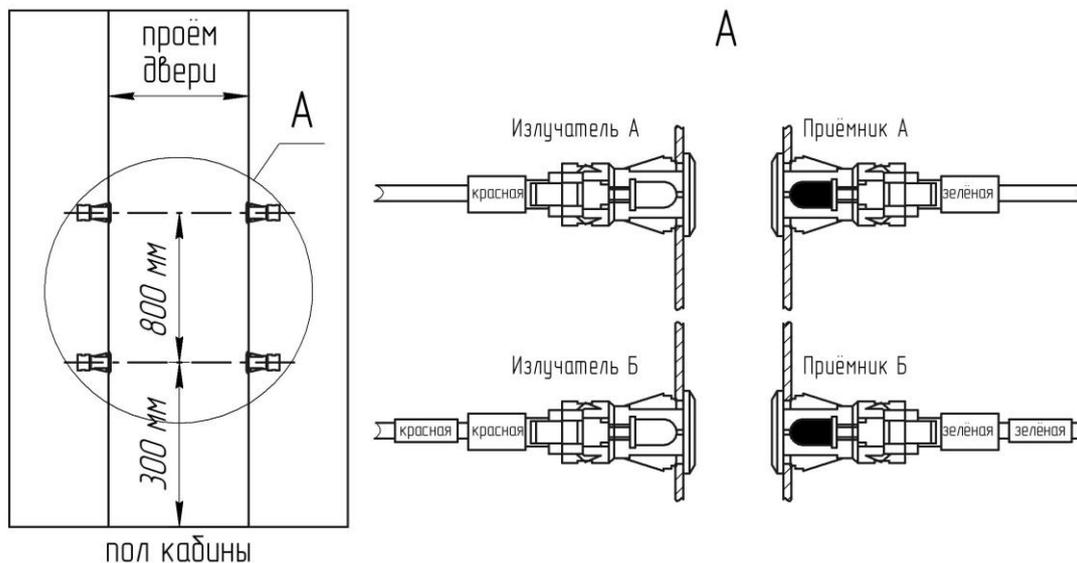

Рис.2. Установка ИК приемника и ИК излучателя в дверном проеме кабины лифта
7.1.2 Установка приемников и излучателей в дверном проеме кабины лифта рис.2.
7.1.2.1 Визуально излучатель отличается от приёмника тем, что излучатель имеет внутри себя прозрачный светодиод, а приёмник – непрозрачный фотодиод. Концы проводов излучателей помечены трубкой красного цвета – Из.А одинарной, Из.Б двойной, а приемников трубкой зеленого цвета – Пр.А одинарной, Пр.Б двойной (см. рис.2).
Сделать четыре отверстия Ø12,2 мм как показано на рис.2 (расстояния между отверстиями рекомендуемые). Вставить приемники и излучатели в отверстия на торцах дверного проема (**соблюдая рекомендации п.4.4!!!**) до упора (зашелки должны издать характерный щелчок). Не прилагать больших усилий во избежание поломки защелок и корпуса приемника или излучателя.